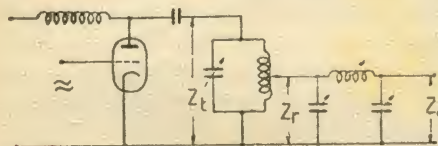

Fig. 1. - Accoppiatore Collins usato in combinazione ad un circuito antirisonante.
E' stato recentemente illustrato ai radianti italiani il noto circuito Collins (1) conviene qui segnalare che non è tuttavia obbligatorio usare tale circuito nel solo modo indicato; infatti, come si vedrà meglio in seguito, l'accoppiatore Collins non ha che lo scopo di effettuare una certa trasformazione di impedenza. Secondo quanto esposto nel lavoro ricordato, si ha la disposizione di fig. 1 nella quale il carico Z_a dovuto all'antenna od alla linea di alimentazione viene trasformato all'entrata dell'accoppiatore Collins nell'impedenza Z_t e quindi, per tramite del circuito antirisonante L, C successivamente trasformato nell'impedenza Z_r richiesta dal tubo amplificatore. Si effettua pertanto una doppia trasformazione di impedenza con un complesso di circuiti che oltre ad essere piuttosto co-
Esaminiamo subito se sia possibile semplificare le cose rispetto alla disposizione della fig. 1, infine passeremo a conside-